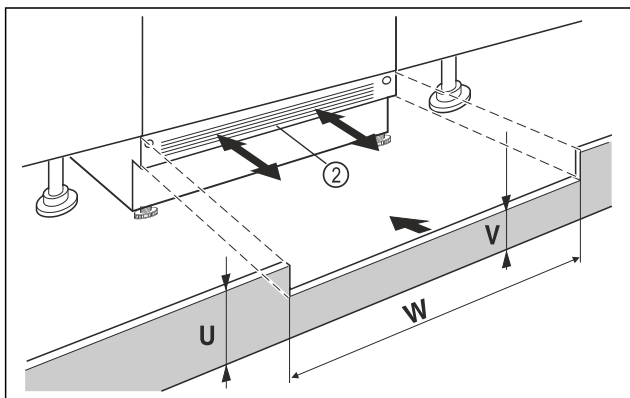

Fig. 91 Przykładowa prezentacja
- ▶ Założyć listwę maskującą cokół urządzenia Fig. 91 (2), ale jeszcze nie mocować.
- ▶ Przy widocznej listwie maskującej cokół Fig. 91 (2) pociągnąć ją przodu, tak by przednia krawędź kratki wentylacyjnej oraz listwy maskującej cokół tworzyły jedną płaszczyznę.
- ▶ Przy zakrytej listwie maskującej cokół Fig. 91 (2), przesunąć listwę całkowicie do tyłu.
- ▶ Zwrócić uwagę na to, by kratki wentylacyjne były odstępnięte: W razie potrzeby wysokość listwy maskującej cokół Fig. 91 (U) można dopasować!
- ▶ Na całej szerokości wnęki Fig. 91 (W) należy dopasować wysokość podstawy Fig. 91 (V) pod listwą maskującą cokół urządzenia Fig. 91 (2).